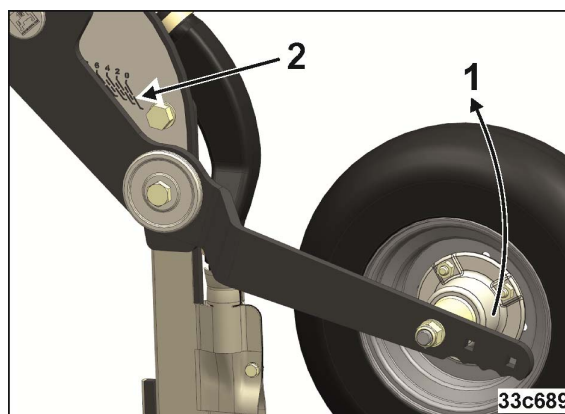

Рис. 151
4. Переместите прижимные катки в нужное положение за рукоятку (Рис. 151/1)
6. Посмотрите настроенную толщину слоя почвы на шкале (Рис. 151/2)